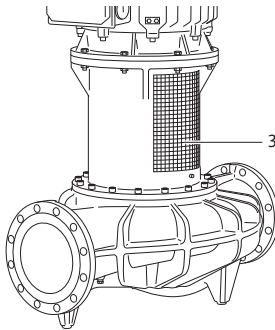

Fig. 38: Chapa de protección del acoplamiento montada
- Utilice la bomba únicamente con chapas de protección del acoplamiento montadas (Fig. 38, pos. 3).